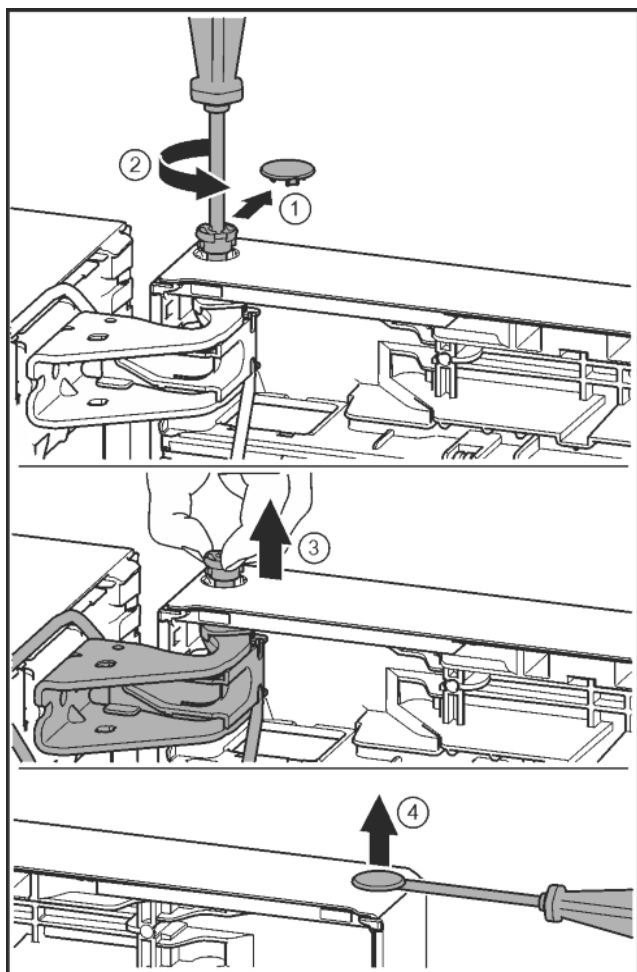

Fig. 20
- ▶ Veiligheidsafdekking voorzichtig eraf trekken. *Fig. 20 (1)*
- ▶ Bout met schroevendraaier T15 een stukje eruit draaien. *Fig. 20 (2)*
- ▶ De deur vasthouden en de bout met de vingers eruit trekken. *Fig. 20 (3)*
- ▶ Stop voorzichtig met een sleufschroevendraaier uit de lagerbus van de deur optillen en eruit trekken. *Fig. 20 (4)*